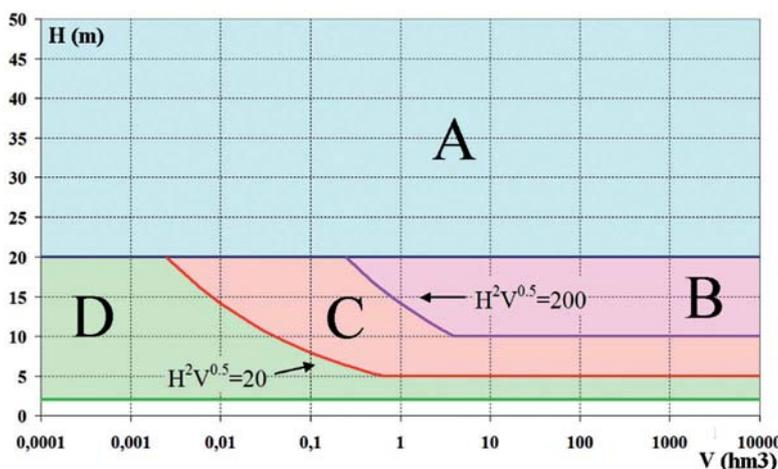

Figure 1: Classement des barrages
- ▶ Une classification des barrages selon leur taille (la hauteur du barrage au-dessus du terrain naturel) et le volume d'eau qu'ils peuvent retenir. Les classes vont de A (les barrages les plus importants, d'au moins 20 m de hauteur) à D (petits barrages d'au moins deux mètres de hauteur). Il y a 320 barrages de classe A, autant de barrages de classe B, 1 300 barrages de classe C et des dizaines de milliers de barrages de classe D. La classe d'un barrage peut également être modifiée si l'importance des enjeux à l'aval le justifie. La figure 1 ci-dessous synthétise les règles de classement des barrages.